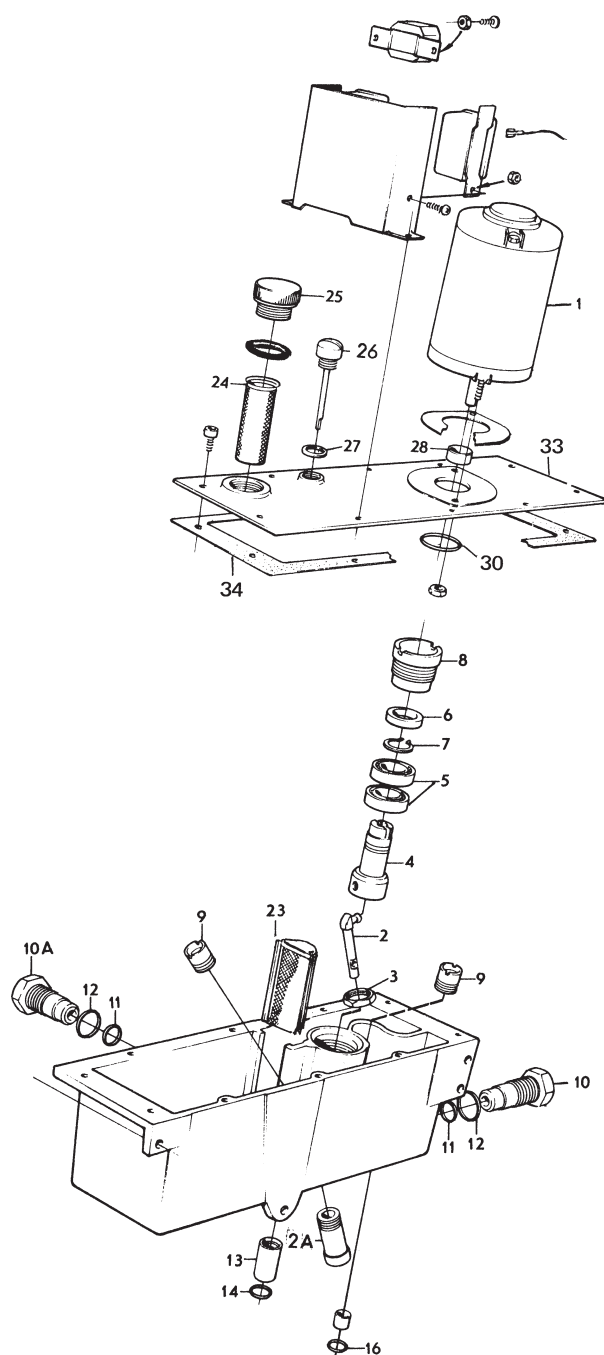
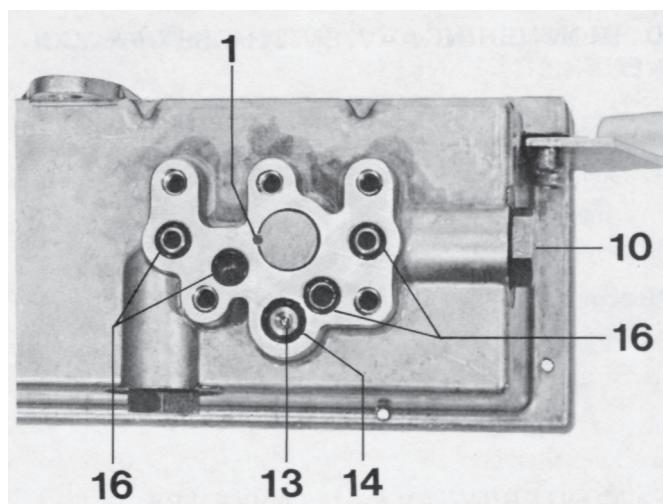

Fig. 28. Demontering av hydraulpump och ventiler i tanken
Fig. 29
1. Skaka ut beachventilen (13 fig. 28) som är inskjuten löst i sitt säte på tankens undersida.
13. Vid inpassning av fodret (2A fig. 28) är det viktigt att hålen för oljekanalerna fixeras rätt. Urtaget i fodret för låsstiftet skall passa med urtaget i huset. Se 1, fig. 29. Syfta även genom lyftventilens (10) kanal.
14. Drag åt muttern (3 fig. 28) med 5 Nm (0,5 kpm). Drag ej hårdare då formförändring i fodret kan uppstå.
15. Slå in låsstiftet (1 fig. 29) i fodrets botten.
16. Montera de båda kullagren (5, fig. 28 liksidiga) på drivaxeln (4) och lås med låsringen (7). Vrid låsringen så att öppningen kommer i linje med ett av sidohålen på drivaxeln.
18. Pressa in tätningsseringen (6, fig. 28) i hylsan (8) till ansatsen (med öppna delen från ansatsen) samt montera hylsan över drivaxeln.
22. Tryck på skyddsringen (28 fig. 28) på drivaxeln (4) så långt att den täcker hela skåran.
**OBS!** Skyddsringen (28) får ej tryckas mot tätningsseringen (6).
25. Skjut in beachventilen (13) i sätet på tankens undersida med kulan mot ventilhuset, se fig. 29.
1. Lägg de fem O-ringarna (14 och 16 fig. 29) på plats. Använd nya O-ringar. Passa in ventilhuset mot tankens undersida och skruva fast detsamma.